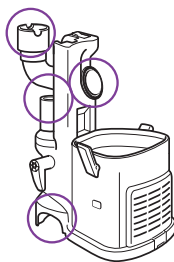

Fig. 29
- Retirez le récipient à poussière et le tube de rallonge, et séparez le récipient amovible de la brosse à plancher motorisée. Regardez dans les 4 ouvertures pour voir s'il s'y trouve des obstructions. (Fig. 29)